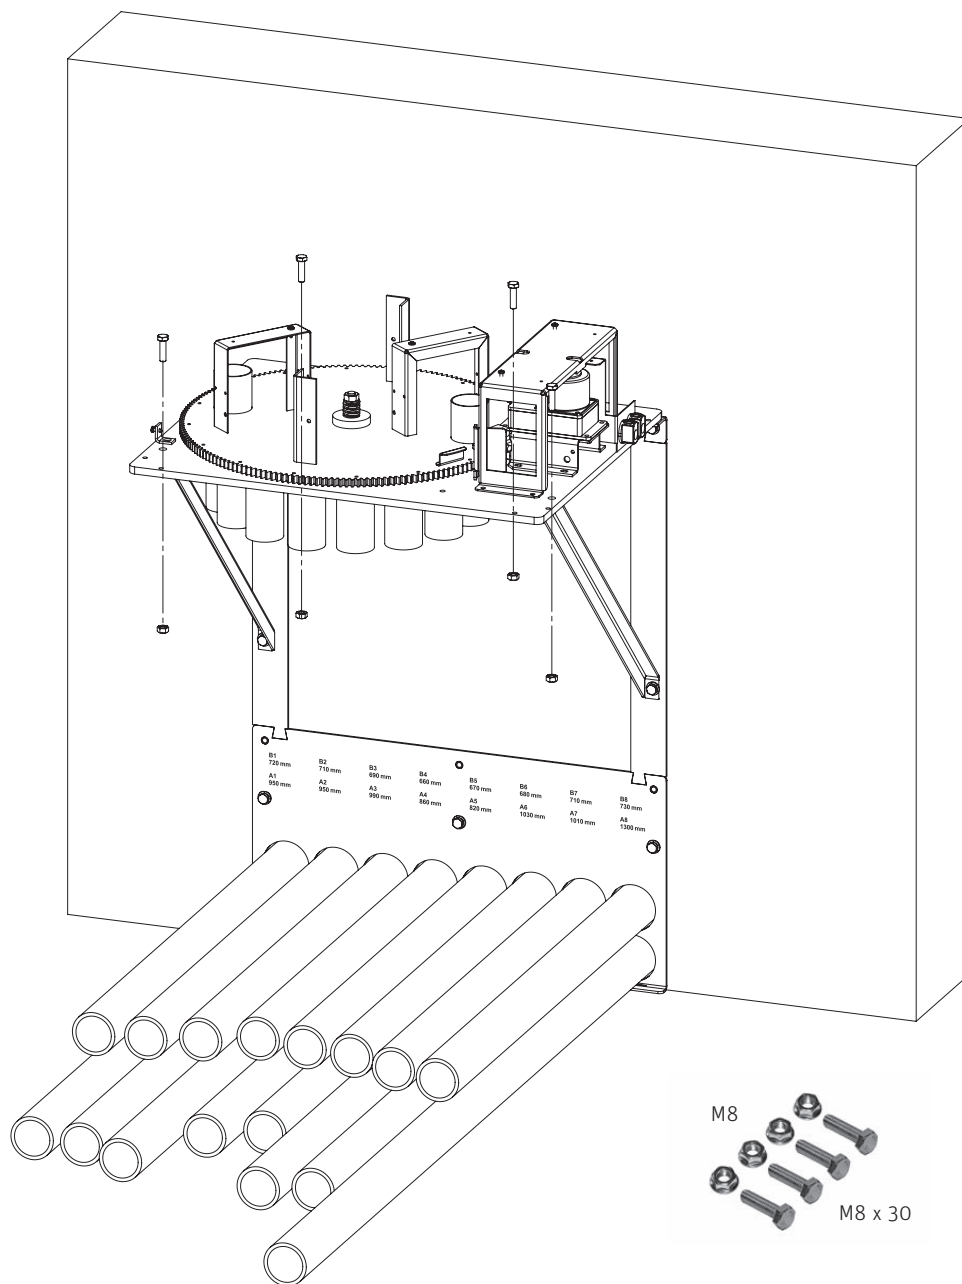

Fig. 23 Montaggio unità di commutazione
- Fissare l'unità di commutazione sull'angolare di montaggio e l'angolare di supporto con 4 viti a testa esagonale M8 x 30 ciascuna e dadi autobloccanti M8 – Fig. 23.